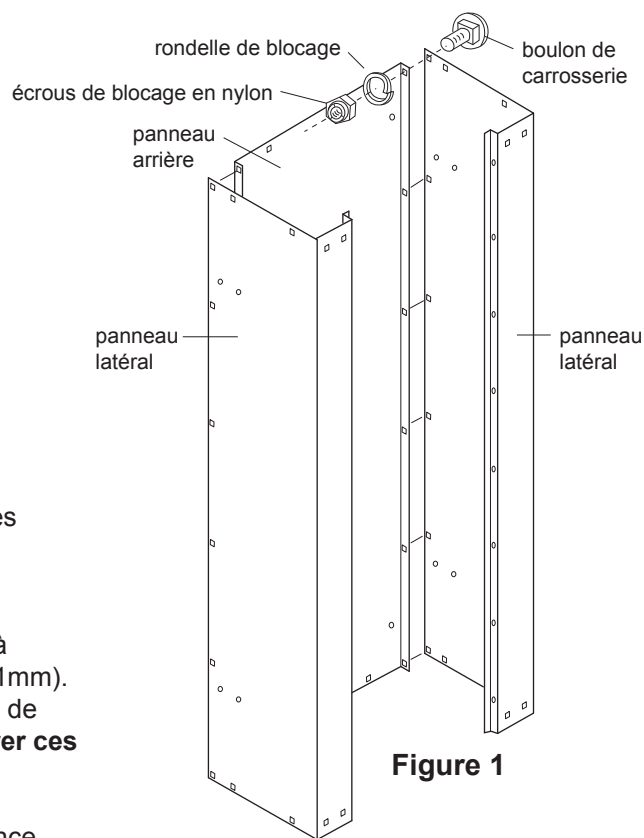

Figure 1
Pour faciliter l'assemblage, placez les panneaux verticalement tel qu'illustré. Assemblez chaque panneau latéral avec (6) boulons de carrosserie, rondelles de blocage et écrous de blocage en nylon. À cette étape, serrez les boulons à la main. (Voir la figure 1.)